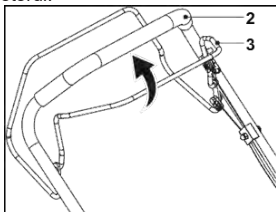

Fig. 10
1. Trageți înapoi maneta de frână (3) și țineți-o apăsată pe ghidonul superior (2) la pornirea motorului. Mențineți-o strânsă în timpul funcționării (Fig. 10).
2. Eliberați maneta de frână (3) pentru a opri motorul.
1. Trageți înapoi maneta de frână (3) și țineți-o apăsată pe ghidonul superior (2) (Fig. 10).